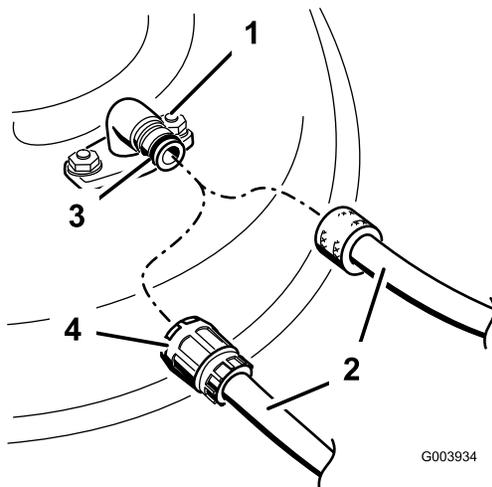

Figura 47
3. Conecte el acoplamiento de la manguera al extremo del conector de lavado del cortacésped, y abra el grifo al máximo (Figura 47).